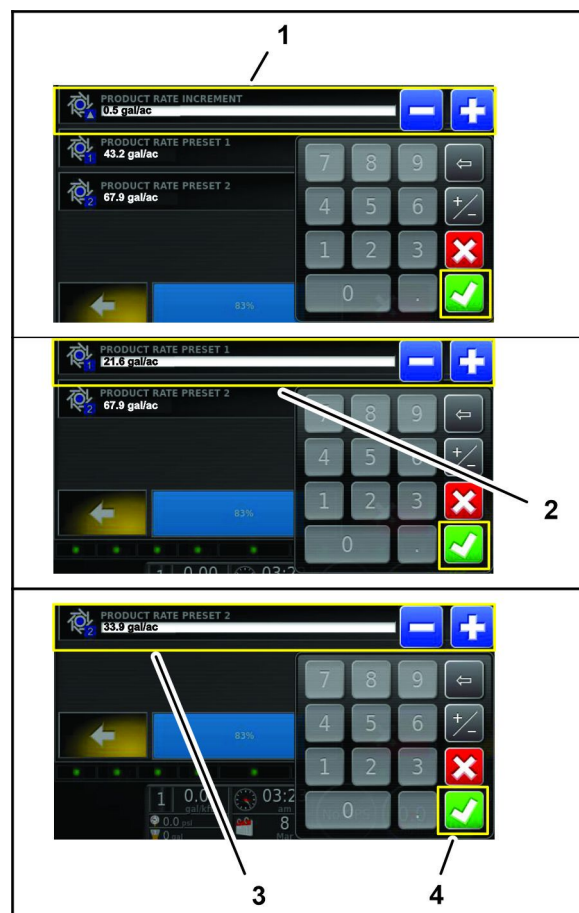

Figura 120
10. No teclado virtual, introduza o valor pelo qual serão aumentadas ou diminuídas as taxas de aplicação pré-definidas 1 e 2 e, em seguida, pressione o ícone Confirmar (Figura 120).
12. No teclado virtual, introduza o valor da taxa de aplicação pré-definida nº 1 e, em seguida, pressione o ícone Confirmar (Figura 120).
14. No teclado virtual, introduza o valor da taxa de aplicação pré-definida nº 2 e, em seguida, pressione o ícone Confirmar (Figura 120).